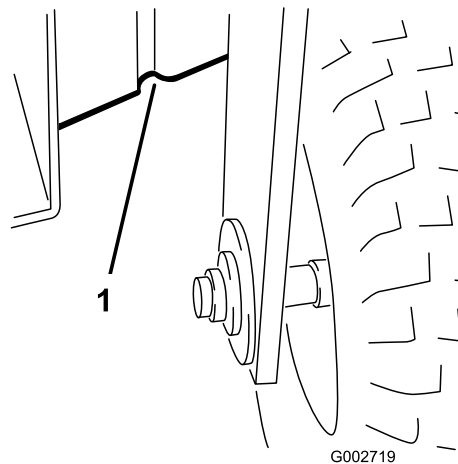

Рисунок 19
- Спереди — под рамой, за передним колесом (Рисунок 19).